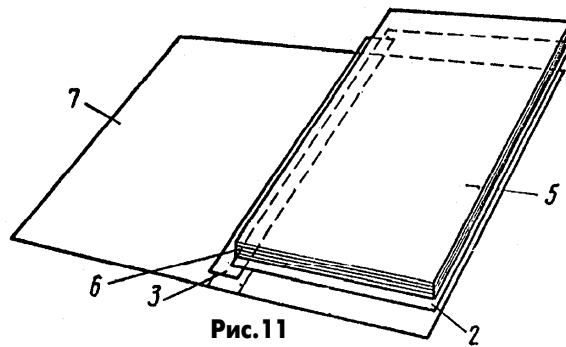

Рис.11
**Скрепляющий элемент для скрепления свободных листов в скоросшивателе** описан в авторском свидетельстве СССР 1804398 (1990 г.). Он состоит (рис.11) из опорного листа 2 из относительно жесткого материала, который имеет те же размеры, что и размеры скрепляемых элементов и полосы клея 3, выступающей за лист 2 и расположенной по всей длине на стороне листа 2, которая должна размещаться рядом с кромкой 6 скрепляемой пачки листов 5. При закрывании обложки скоросшивателя 7 полоса клея 3 накладывается на всю пачку бумаги и скрепляет ее.